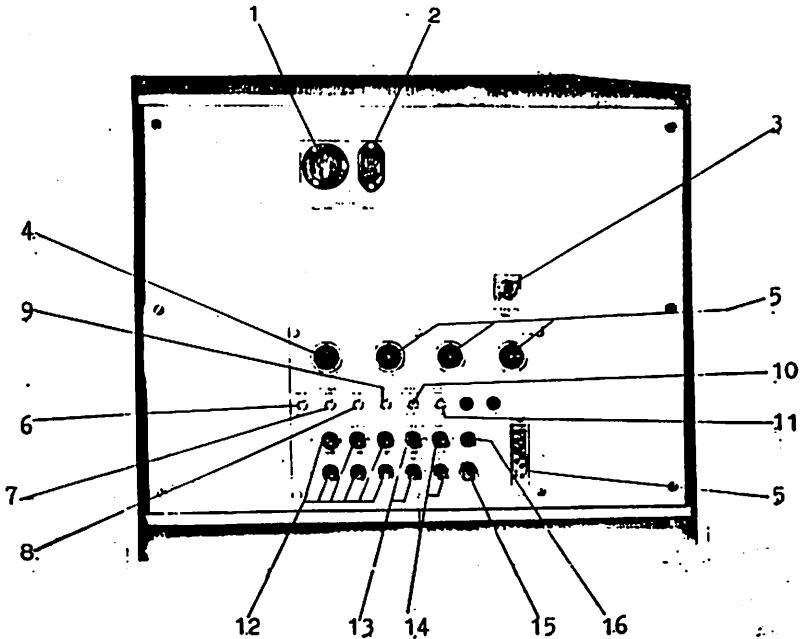

Abb. 6 Rückwand des Empfängergehäuses 2170
Siehe Abb. 6, S. 17
- Abb. 6 Rückwand des Empfängergehäuses